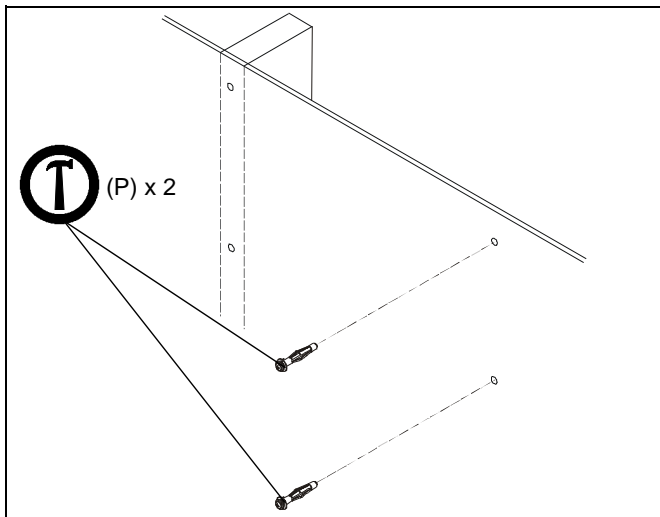
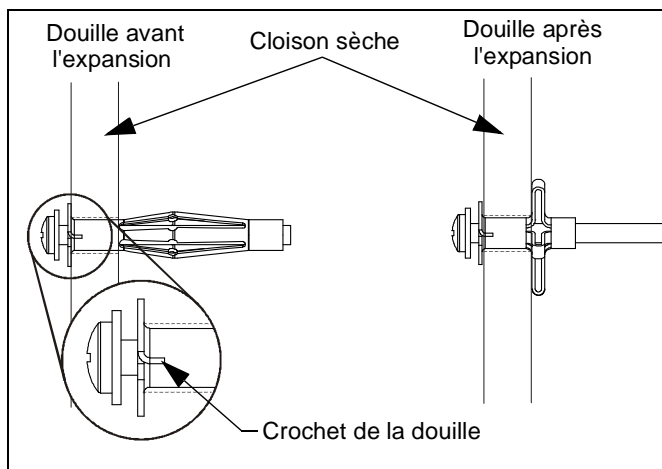

Figure 4
Figure 5
10. Tapez délicatement sur les douilles à expansion (P) pour les enfoncer dans les trous de douilles appropriés. Les crochets de douille doivent être complètement insérés dans la cloison sèche. (Voir figure 4) et (Voir figure 5)
11. À l'aide d'un tournevis Phillips, serrez la vis d'ancrage jusqu'à ce que la douille à expansion soit complètement déployée contre le dos de la cloison sèche. (Voir figure 5)